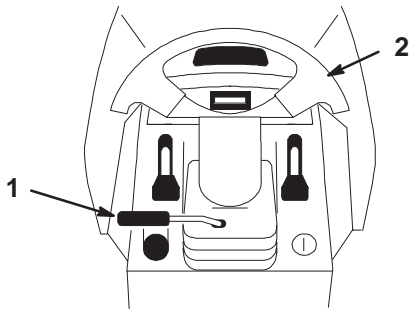

Figure 14
1. Soulever le levier de réglage pour débloquent l'inclinaison du volant (Fig. 14).